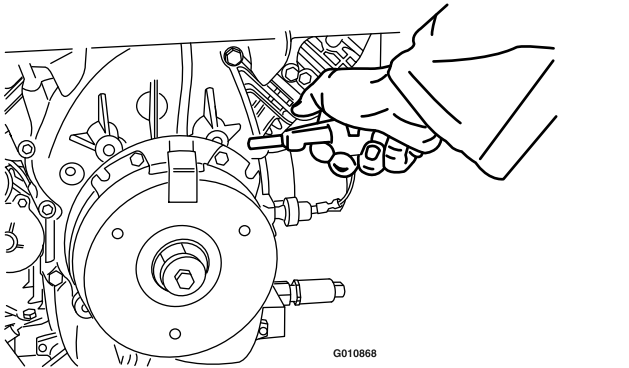

Figura 70
2. Utilizar un compresor de aire, elimine cualquier residuo de debajo del polo de freno y de alrededor de los espaciadores del freno (Figura 70).